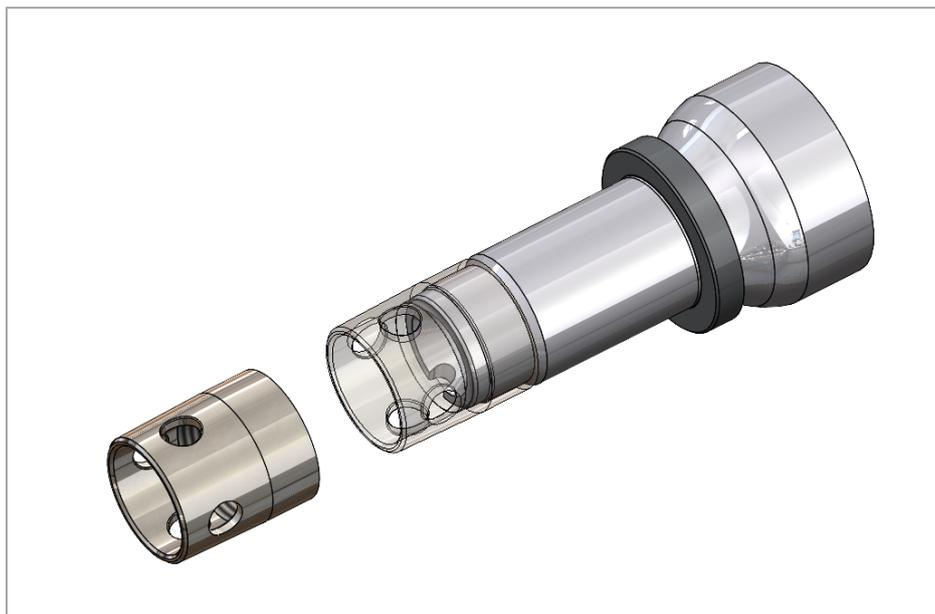

Рис. 9. Установка муфты защиты на резьбу цапфы
1) Установите муфту защиты на резьбу цапфы (рис. 9)